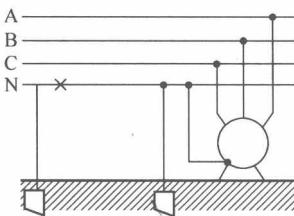

图 1-6 重复接地
**(3) 重复接地** 当电源变压器离用户较远时，为防止中线断线或线路电阻过大，应在用户附近将中线再接地，如图 1-6 所示。